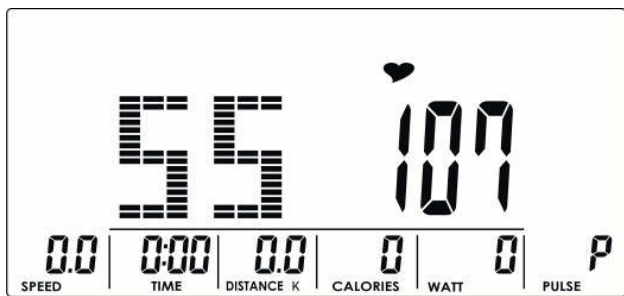

Abbildung 11
2. Wählen Sie das gewünschte Herzfrequenzprogramm (55%, 75%, 90% oder TA) mit dem Drehknopf aus und bestätigen Sie die Auswahl mit der Mode-Taste (Abb. 11–14).